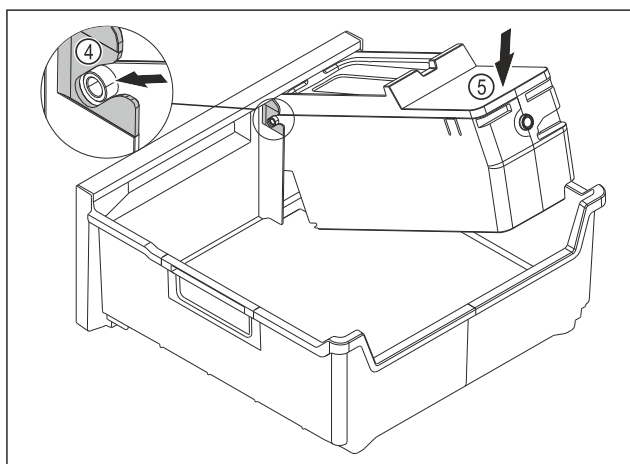

Fig. 135
- ▶ Izvadite tijelo sustava EasyTwist-Ice: Umetnite osovine tijela sustava EasyTwist-Ice u vodilice Fig. 135 (4).
- ▶ Pritisnite tijelo sustava EasyTwist-Ice Fig. 135 (5) otraga prema dolje.